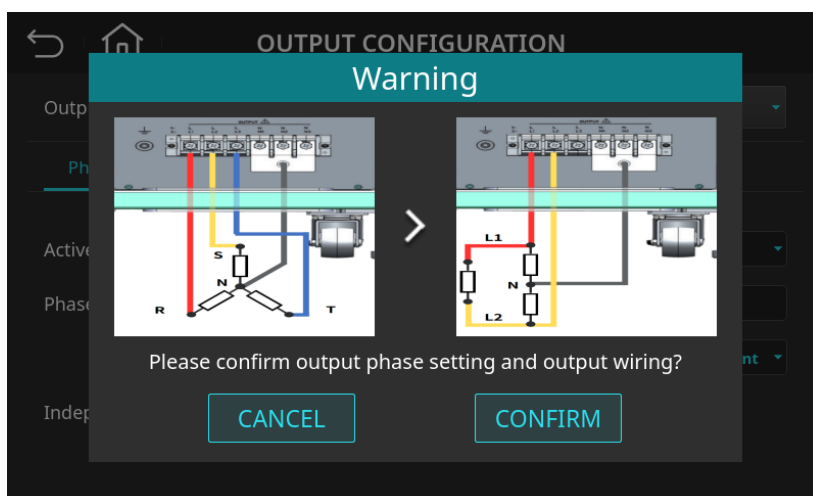

图 4-24 相位模式切换警示页面(三相模式切换至分相模式)
3. 确认输出接线为分相模式后，按下 "CONFIRM" 键，如图 4-24 所示。